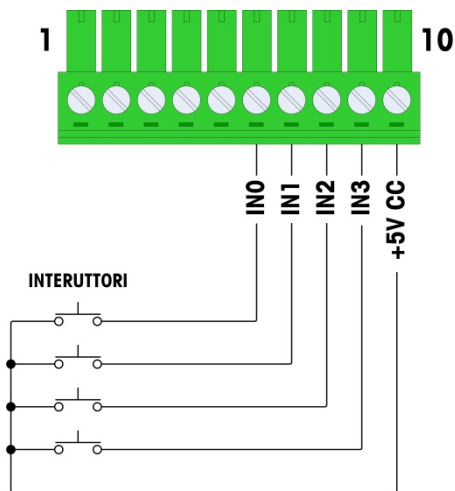

Figura 2-85: Esempio di ingresso attivo dagli interruttori
Selezionando gli input come attivi si abilita il collegamento degli interruttori o di altri dispositivi semplici per l'avvio di un input. Non viene fornita alcuna tensione da parte del dispositivo semplice esterno. Un esempio di cablaggio agli ingressi attivi è illustrato nella Figura 2-85. Notare che il pin 10, la connessione +5 VCC, non può supportare più di 200mA di corrente.
- Il +5 VCC mostrato nella Figura 2-85 si riferisce alla messa a terra all'interno della scheda di I/O discreta. Misurando dal pin 10 alla messa a terra del telaio IND780 il valore **NON** risulta a +5 VCC. L'uscita +5 VCC è utilizzata internamente e serve soltanto agli ingressi digitali, come mostrato nella Figura 2-85.